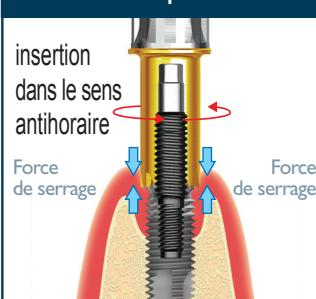

Fig. 5
- Une fois la vis d'extracteur d'implant en place (Fig. 4), vissez manuellement l'extracteur d'implant (Fig. 5) sur la vis d'extracteur d'implant **dans le sens antihoraire**.